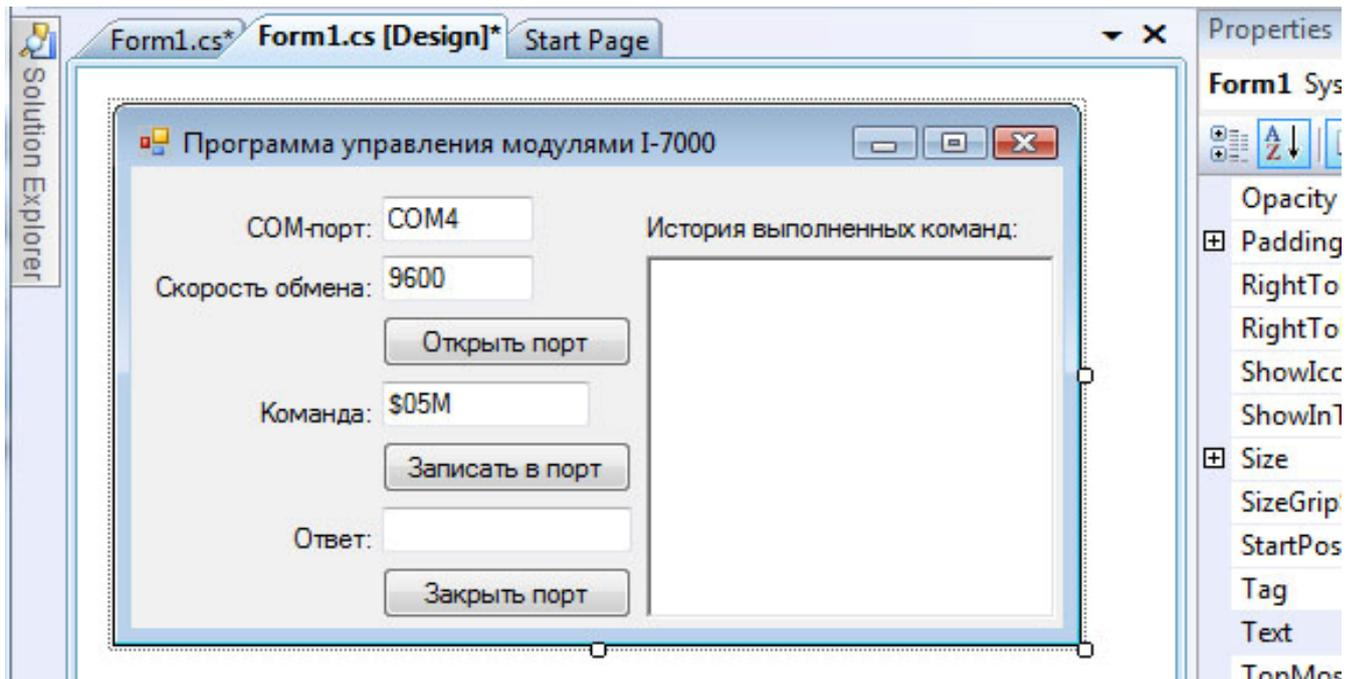

Рис. 68. Экранная форма приложения
2. Измените внешний вид экранной формы приложения (Form1), описанной в модуле «Form1.cs» так, как показано на рис. 68.